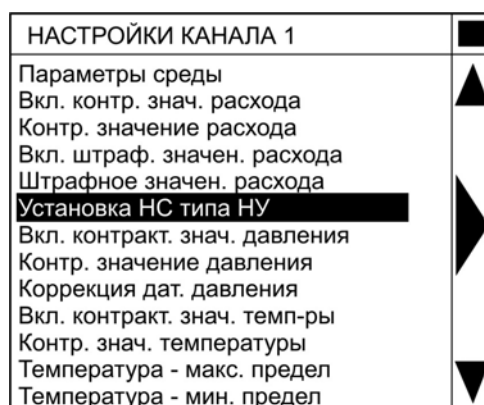

Рис.20 – Меню «Настройки канала»
3.4.7.4.1 При открытии любого из 3 меню «Настройки канала» появляется экран, представленный на рис. 20.